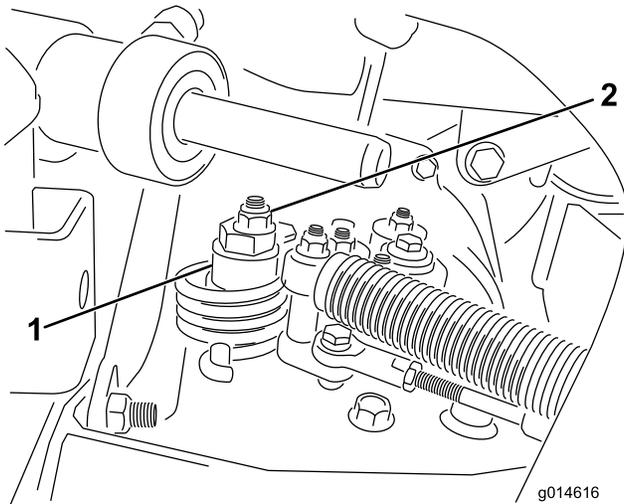

図 47
- A. 偏芯ナットをハイドロスタット上部に止めているナットをゆるめる（図 47）。
- C. どちらにも車輪が回らないように偏芯ナットを回して調整する。調整ができれば固定ナットを締める（図 47）。スロットル SLOW およびFAST 位置で調整が正しいことを確認する。